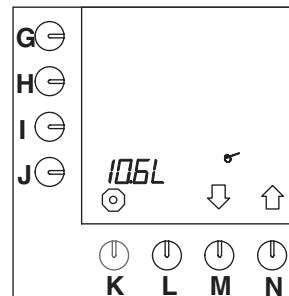

Fig. 20 Totale waterhoeveelheid
- Na het invoeren van de chef-pincode verschijnt fig. 20 in het display.